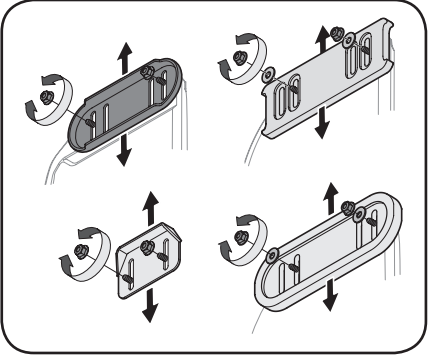

Figure 2-41
7. Serrez les boulons, rondelles (si équipé) et les écrous à fond. Voir la Figure 2-41.